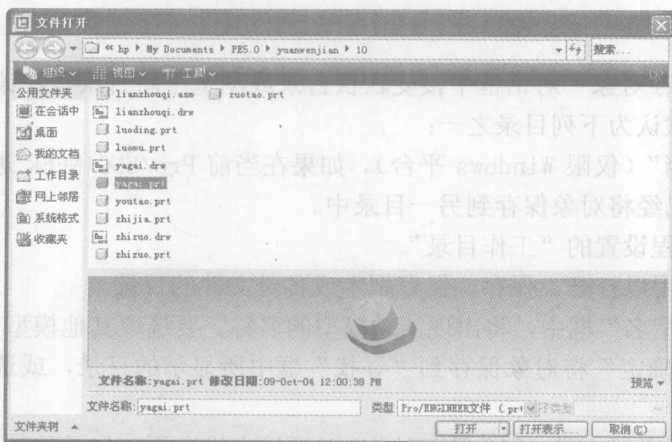

图 1-8 预览显示
(3) 如果单击“预览”按钮则可以打开扩展的预览窗口,这时选定一个文件则该文件就在预览窗口进行预览显示,如图 1-8 所示。